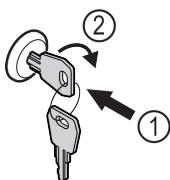

Fig. 150
- Zatlačte klúč Fig. 150 (1).
- Otočte klúč o 90° v smere hodinových ručičiek Fig. 150 (2).